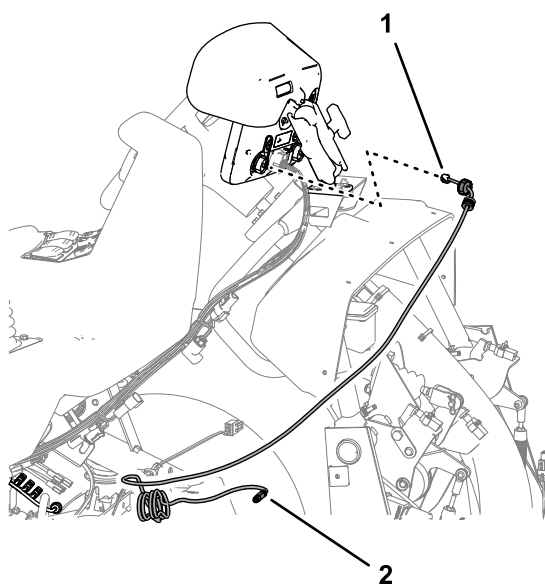

Figura 178
1. Alinee el arnés de datos del módem con el conector RS-232 marcado X-CONSOLE hacia la consola de control (Figura 178).